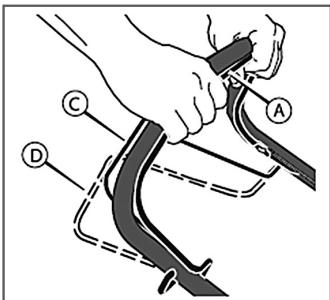

Рис. 13 Положение рычагов остановки двигателя и привода хода
- Удерживайте рычаг остановки двигателя А в нажатом положении (Рис. 13). Запустите двигатель.
- Переместите рычаг привода С (Рис. 13) полностью вперед. Теперь система привода включена, и газонокосилка начнет двигаться вперед.
Для выключения только системы привода, отпустите рычаг привода С (Рис. 13). В выключенном положении Д (Рис. 13), газонокосилка прекратит движение вперед, но двигатель будет продолжать работать, а нож вращаться.
Для выключения системы привода и для остановки работы двигателя, полностью отпустите рычаги остановки двигателя А и привода хода С (Рис. 13).